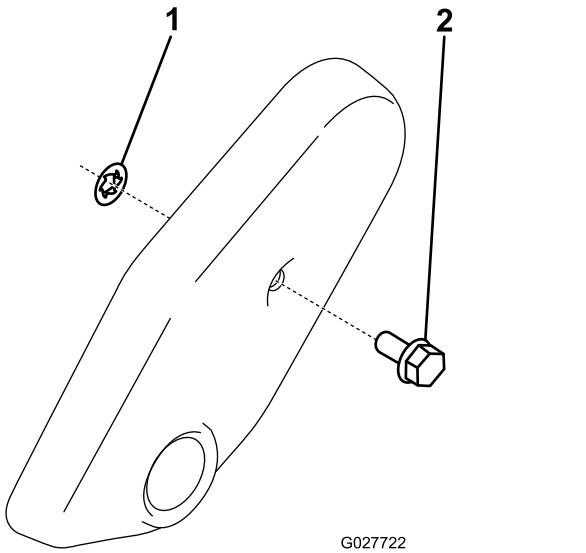

図 7
- ベルトカバーのプラグに、プッシュナットを通す **図 7**。